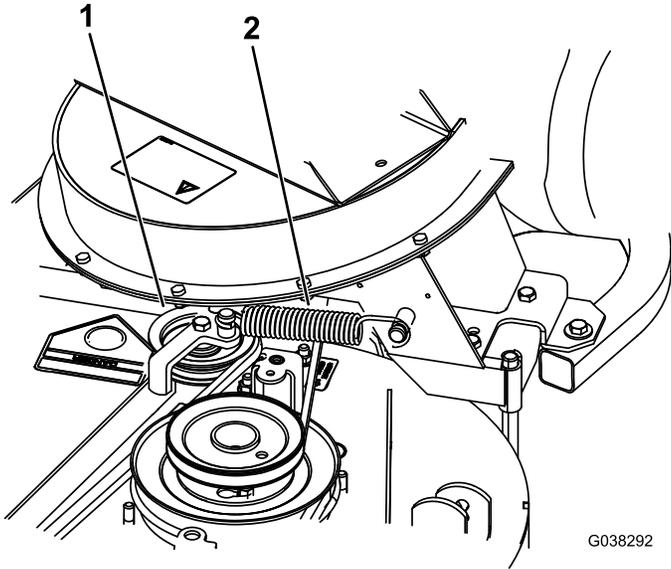

Figura 59
7. Instale el muelle según se muestra en Figura 59.
8. Coloque la correa sobre la polea tensora tensada con muelle (Figura 59).